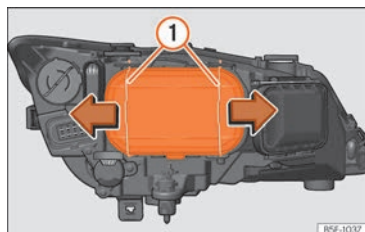

Fig. 106 Luz de cruce.
- Desplace los tirantes » » » fig. 106 ① en el sentido de la flecha y saque la tapa.